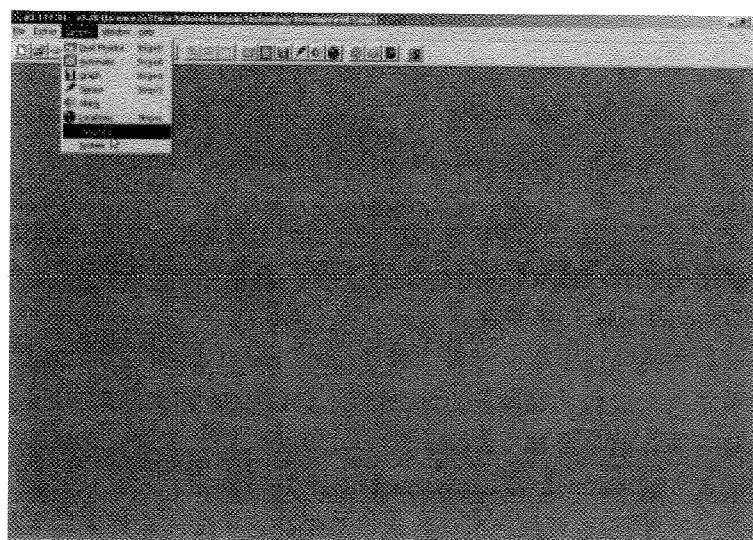

图 1-18 Options-Language 界面
(4) 再次运行软件, 进入【Options】—【Language】, 如图 1-18 所示。